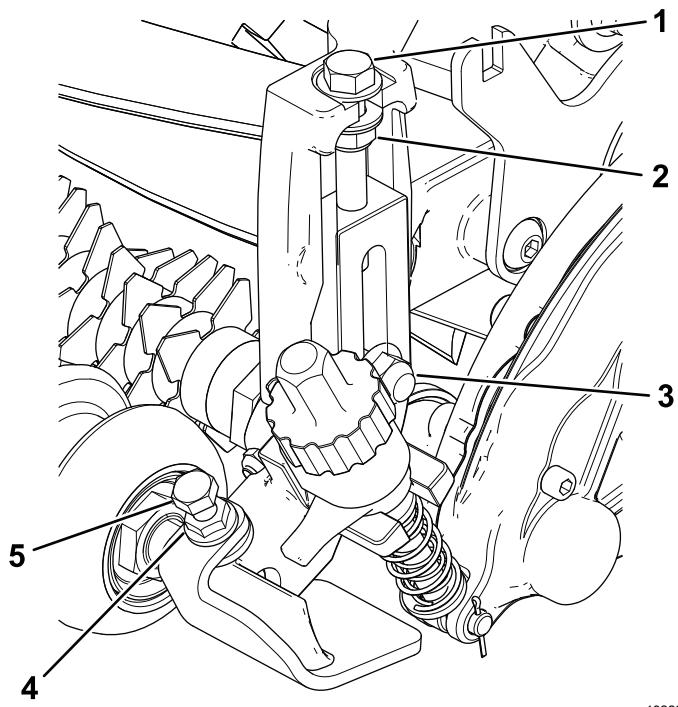

Figura 12
4. Apriete los pernos de cuello cuadrado y las contratuercas que sujetan los soportes de ajuste de la altura de corte a las chapas laterales (Figura 12).
5. Apriete la contratuerca del perno de ajuste de la altura de corte y, a continuación, afloje la tuerca $\frac{1}{2}$ vuelta (Figura 12).
6. Centre el rodillo delantero entre los soportes de altura de corte y sujételo en su sitio con los tornillos de caperuza y las tuercas con arandela prensada (Figura 12).